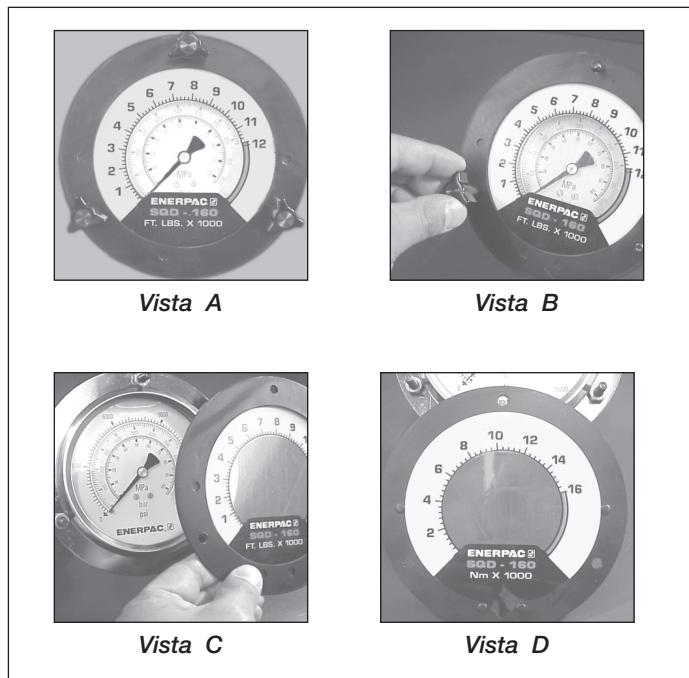

Figura 8, Installazione del disco sovrapponibile
La pompa é fornita con un manometro installato. Per la vostra convenienza, é previsto un disco con i valori della coppia, sovrapponibile da montare sopra alla faccia del manometro e che converte facilmente le letture della pressione in letture della coppia (vedere figura 8, vista A). Il disco sovrapponibile ha le unità imperiali (Ft-Lbs.) da un lato e le unità metriche dall'altro (Nm). Per cambiare le scale, semplicemente capovolgere il disco.
1. Smontare i tre dadi ad alette neri che tengono al suo posto la flangia frontale del manometro (vedere la figura 8, vista B).
- Smontare la flangia frontale e il disco sovrapposto (vedere figura 8, vista C).
- Inserire il nuovo disco da sovrapporre (ricordarsi di verificare che il disco corrisponda alla chiave torsiometrica Enerpac che si sta usando) sopra alla flangia, allineando il disco con le depressioni sul retro della flangia (vedere la figura 8, vista D).
- Mentre si sostiene il disco da sovrapporre dietro la flangia (vedere la figura 8, vista C), introdurre la flangia sui prigionieri della manopola, riposizionando il disco sovrapponibile come necessario, e fissare la manopola, stringendo solo con le dita. La flangia premerà il disco sovrapponibile sopra al manometro e lo fixerà al suo posto. Vedere le istruzioni della chiave torsiometrica per l'ammontare della pressione necessaria richiesta per produrre la coppia desiderata. Notare che la pressione massima varia per le diverse chiavi ed accessori.